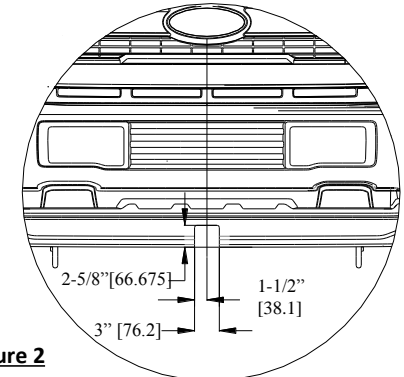

Figure 2
- Découper ou enlever la jupe inférieure. Voir la Figure 2. En cas de découpe, il est recommandé de percer des trous de 3/8 po aux coins pour maintenir le rayon et ainsi l'apparence. Voir la Figure 2.
1. Découper ou enlever la jupe inférieure. Voir la Figure 2. En cas de découpe, il est recommandé de percer des trous de 3/8 po aux coins pour maintenir le rayon et ainsi l'apparence. Voir la Figure 2.